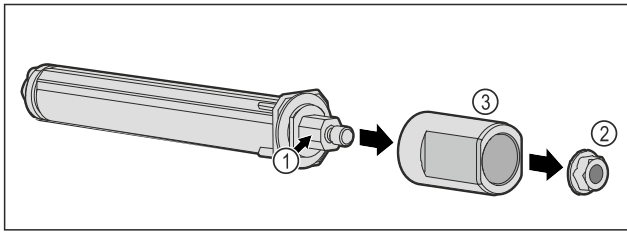

Fig. 54
- Ta inte isär dörrlåssystemet Fig. 54 (1).
- Ta bort muttern Fig. 54 (2).
- Ta av hylsan Fig. 54 (3).